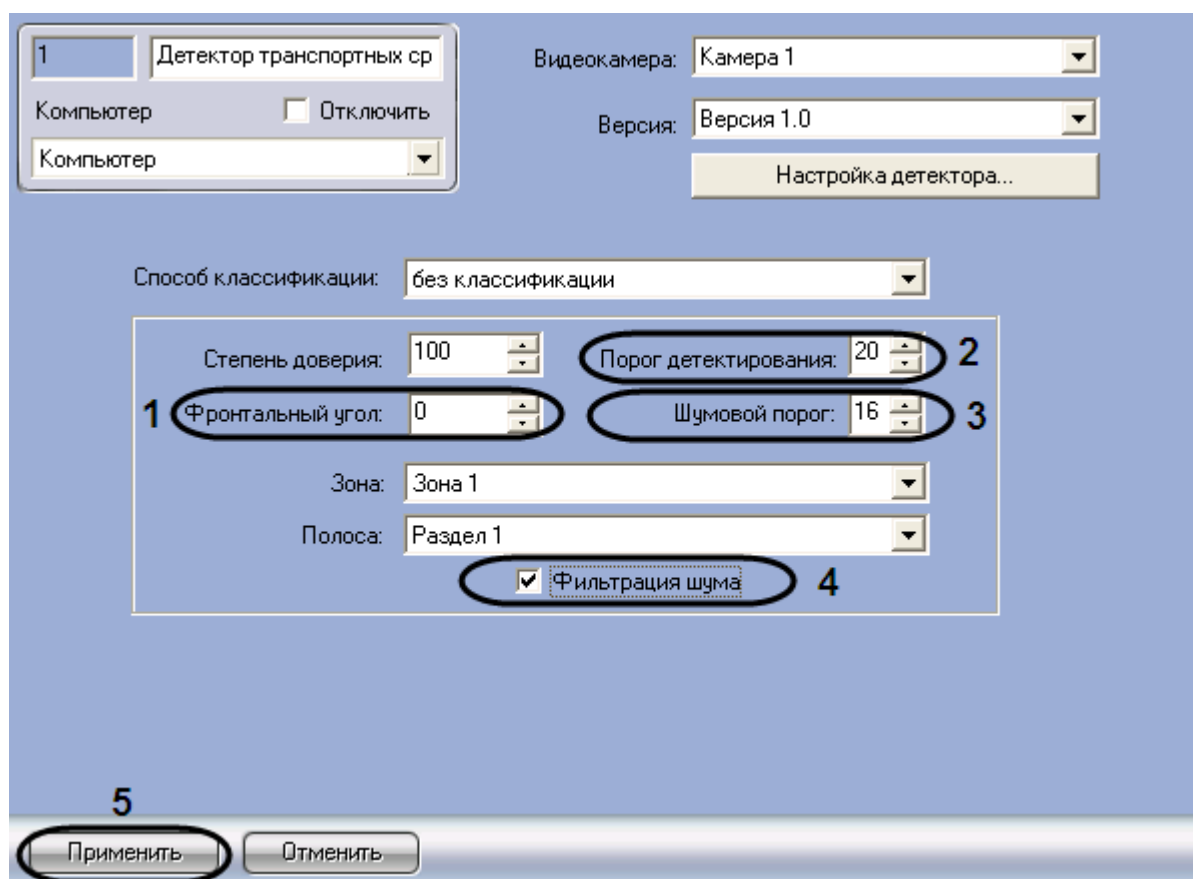

Рис. 7.7—6. Задание переменных детектирования
1. Перейти на панель настройки объекта «Детектор транспортных средств» (см. Рис. 7.7—6)
2. В поле со списком «Фронтальный угол» ввести угол фронтального по отношению к транспортному средству наклона видеокамеры (см. Рис. 7.7—6, 1)